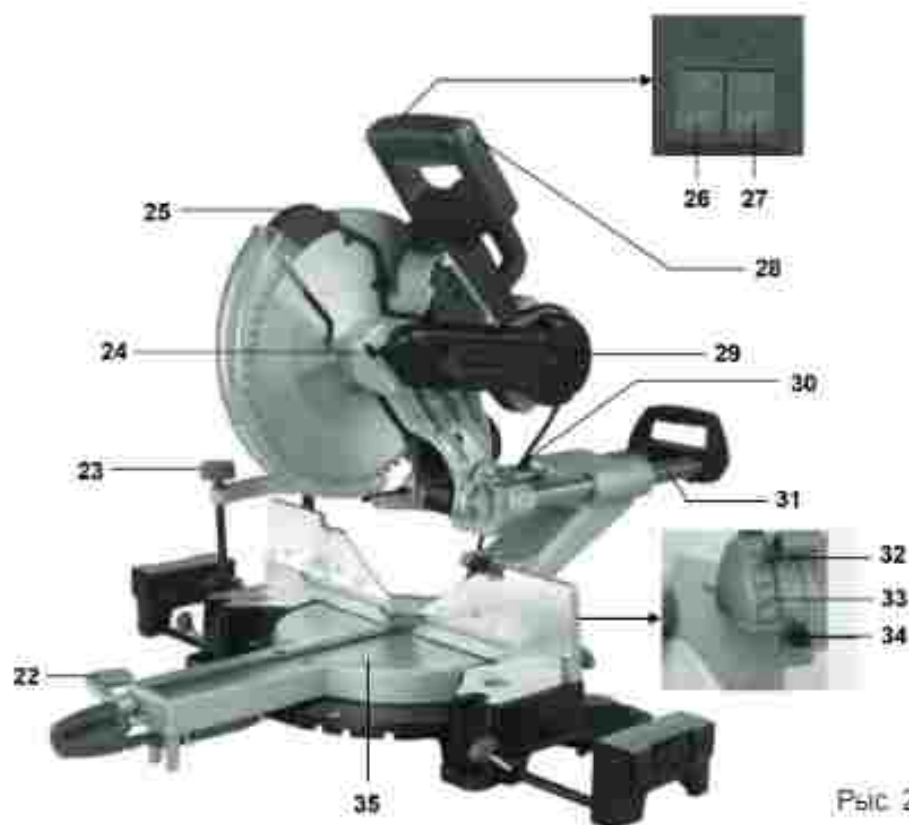

Рис. 2
Перавядзіце ахоўны кажух (24) у верхняе становішча так, каб адкрыць поўны доступ да пильнага дыска, Рис.2